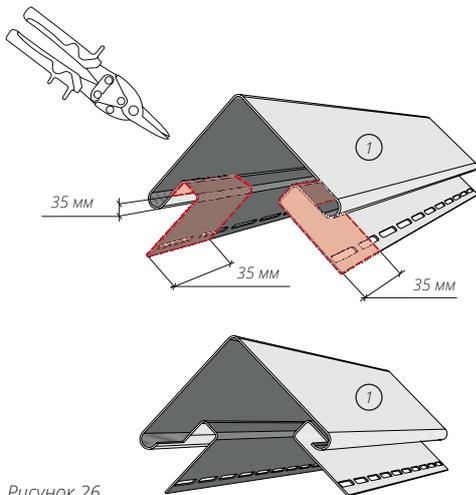
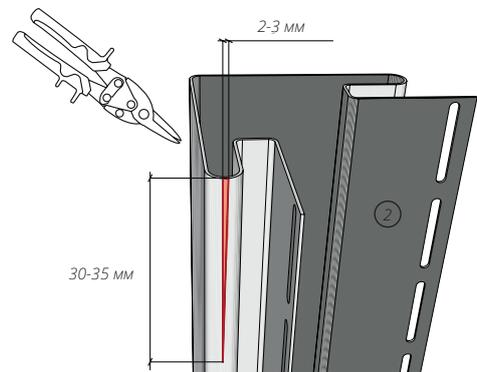

Рисунок 26
Рисунок 27
12.6 Если высота здания больше 3 метров, необходимо нарастить угол. Для этого срезаем верхнюю тыльную часть наращиваемого угла (рис. 26). В нижнем углу делаем вырез в виде треугольника на боковых ребрах согласно рис. 27. Вырез треугольника на боковых частях нижнего угла будет немного заметен, но уменьшить прогиб нижнего угла в соединении и позволит элементам оставаться более подвижными при тепловых расширениях и сжатиях. После монтажа, возможен небольшой прогиб в нижнем углу в месте соединения.